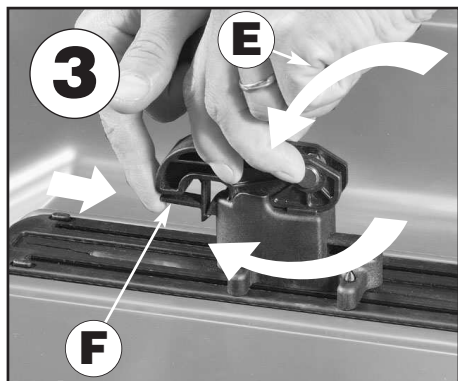

fig. 3)
- Avvitare in senso orario in modo da serrare il gancio ed abbassare la maniglia per bloccare il sistema (fig. 3/E).
- Bloccare la sicurezza (fig. 3/F).